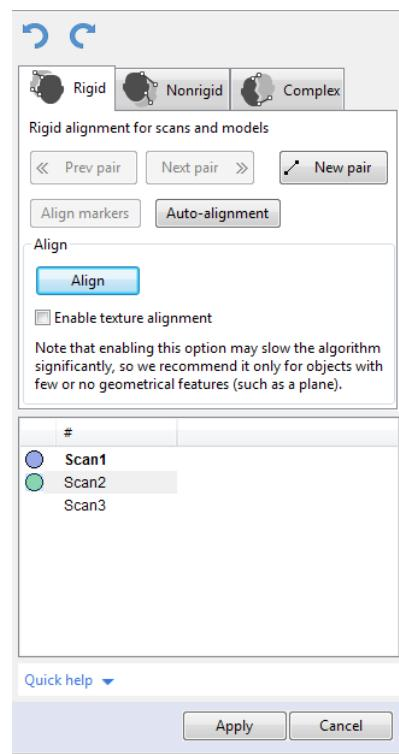

Рис. 8.19: Панель *Сборка*: вкладка *Жесткая*
1. Убедитесь, что на панели *Сборка* выбрана вкладка **Жесткая** (см. Рис. 8.19). Инструмент автоматически выберет все сканы. Снимите ненужные выделения с помощью клавиши **Ctrl** (см. Сборка сканов).
1. Убедитесь, что выбрана вкладка **Жесткая** (см. Рис. 8.19).
1. Убедитесь, что выбрана вкладка *Жесткая* (см. Рис. 8.19).